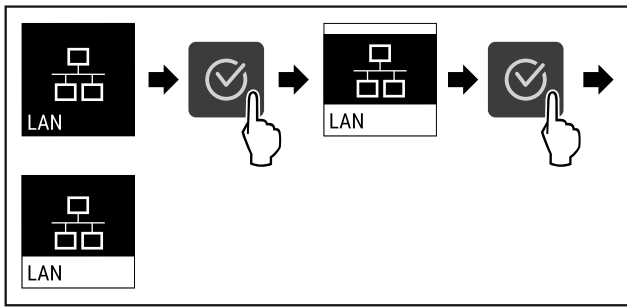

Fig. 92
- ▶ Handlungsschritte (siehe Fig. 92) durchführen.